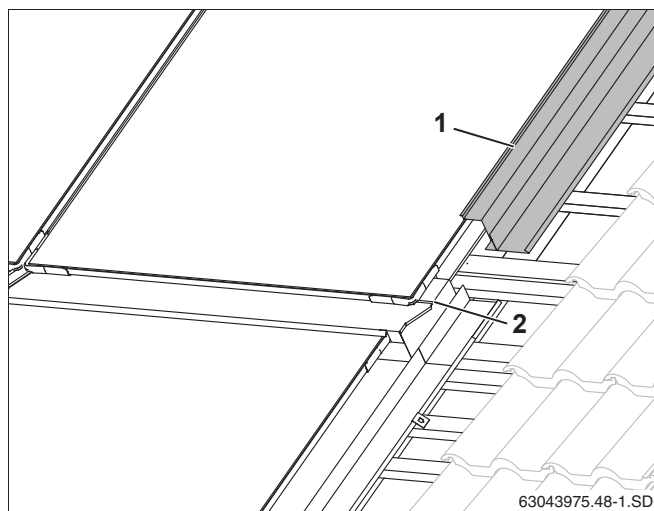

Рис. 55 Верхний правый накладной лист
- ▶ Верхние боковые накладные листы (рис. 55, поз. 1) смонтируйте так же, как нижние (Глава 10.2 "Боковые накладные листы").
<p>из-за негерметичности крыши.</p> <ul style="list-style-type: none"> <li>▶ Сдвиньте боковые накладные листы на фальц среднего накладного листа (рис. 55, поз. 2).</li> </ul>